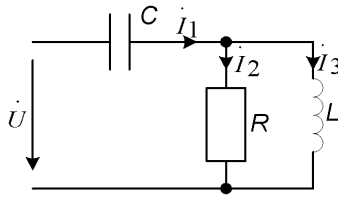

Рис. 3.18
6. В цепи (рис. 3.18) $R = 10$ Ом; $L = 5,97$ мГн; $C = 33,2$ мкФ. На входе цепи приложено напряжение $U = 100$ В, частота 400 Гц. Считая начальную фазу напряжения на входе равной нулю, определить комплексные токи ветвей.